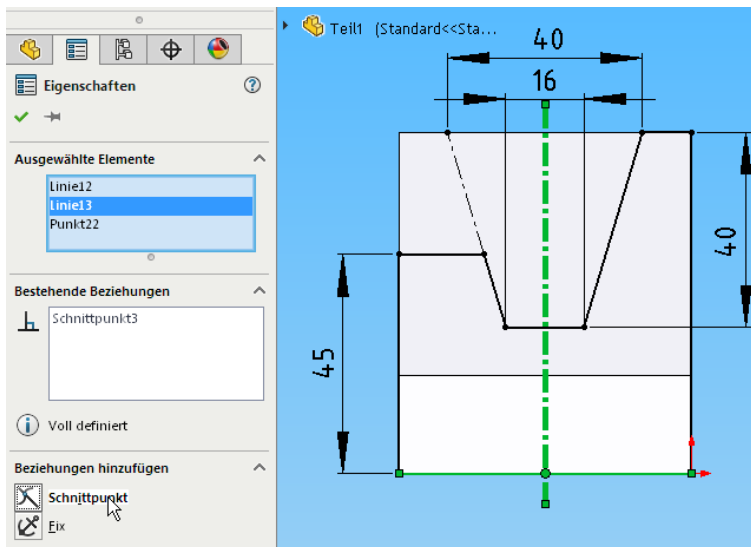

Bild 2.33: Setzen eines Skizzenpunktes als Referenz für weitere Skizzenbeziehungen. Auch *Schnittpunkt* erwartet drei Elemente, genau wie *Symmetrie*.
- Der Punkt selbst ist noch gewählt. Markieren Sie zusätzlich die Mittellinie und die Waagrechte, kontrollieren Sie diese drei Elemente über das Auswahlfeld – nur *Linien*, keine *Kanten* dürfen gewählt sein! –, dann wird im PropertyManager die Skizzenbeziehung *Schnittpunkt* angeboten. Aktivieren Sie sie (Bild 2.33).